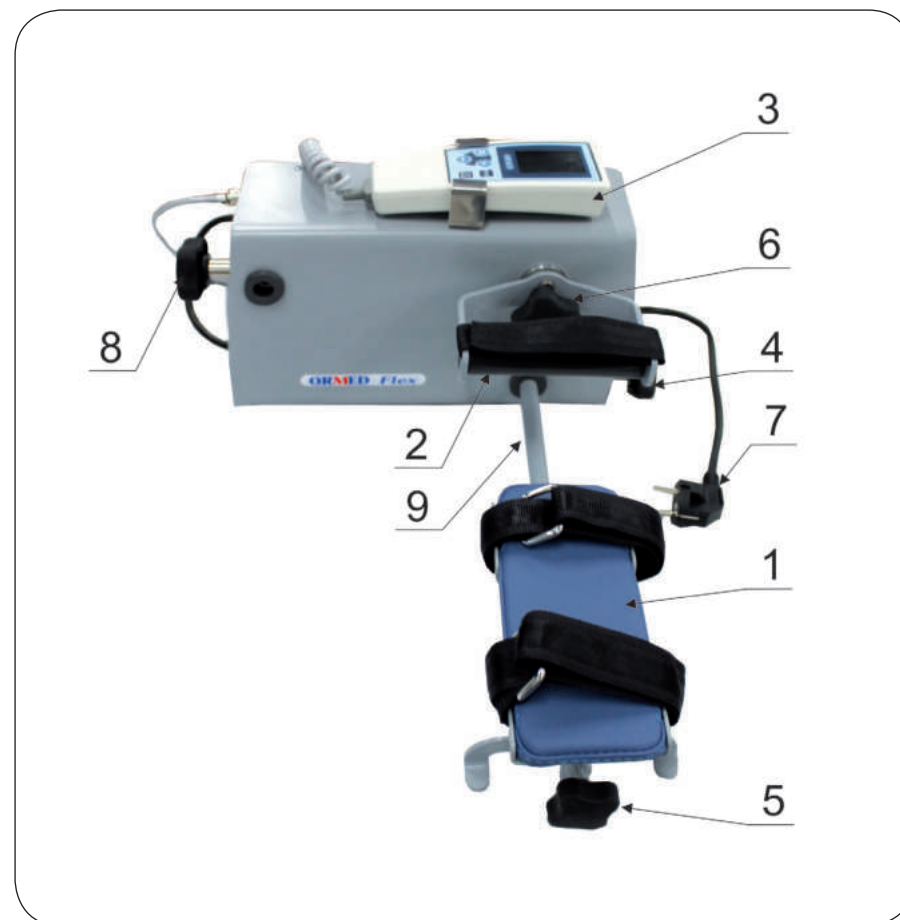
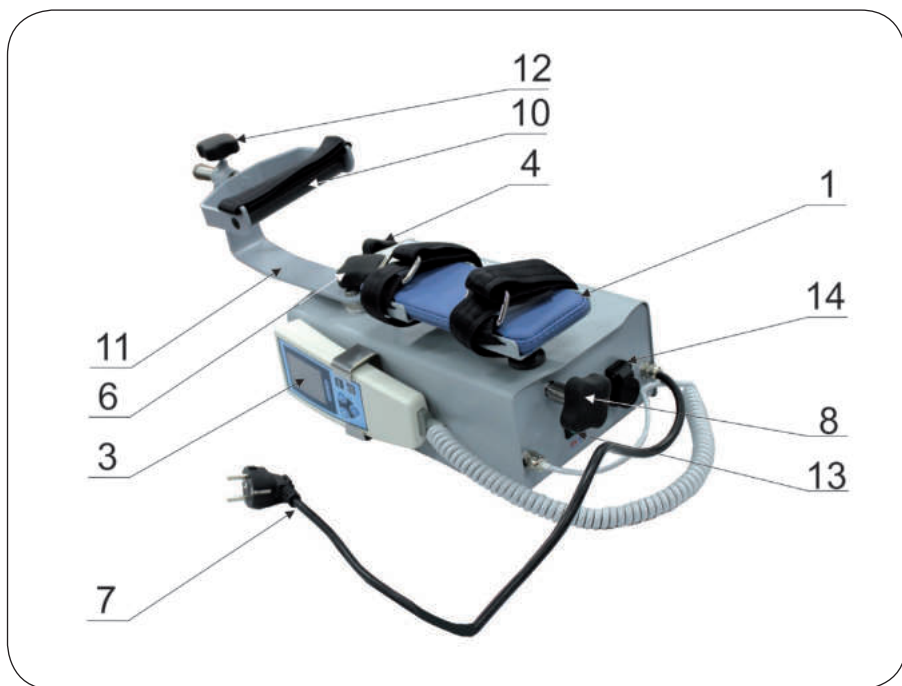

Рисунок 4.1 – Основные функциональные элементы Apparata в положении для пронации/супинации
Рисунок 4.2 – Основные функциональные элементы Аппарата в положении для сгибания/разгибания и девиации.
4.2. Основные функциональные элементы Apparata (см. рис.4.1, рис. 4.2):
Apparatus в положении для пронации/супинации включает (см. рис. 4.1): 1. Лоток предплечья. 2. Ручка пронации/супинации. 3. Пульт управления. 4. Фиксатор для стойки пронации/супинации. 5. Фиксатор высоты лотка предплечья для пронации/супинации. 6. Фиксатор для ручки пронации/супинации и для водила сгибания/разгибания и девиации. 7. Сетевой кабель. 8. Фиксатор высоты лотка предплечья для сгибания/разгибания и девиации. 9. Стойка для пронации/супинации.
Аппарат в положении для сгибания/разгибания и девиации включает (см. рис. 4.2): 3. Пульт управления. 4. Фиксатор для стойки пронации/супинации. 6. Фиксатор для ручки пронации/супинации и для водила сгибания/разгибания и девиации. 7. Сетевой кабель. 8. Фиксатор высоты лотка предплечья для сгибания/разгибания и девиации. 10. Ручка для сгибания/разгибания и девиации. 11. Водило сгибания/разгибания и девиации. 12. Фиксатор высоты ручки сгибания/разгибания и девиации. 13. Выключатель «СЕТЬ». 14. Порт USB.